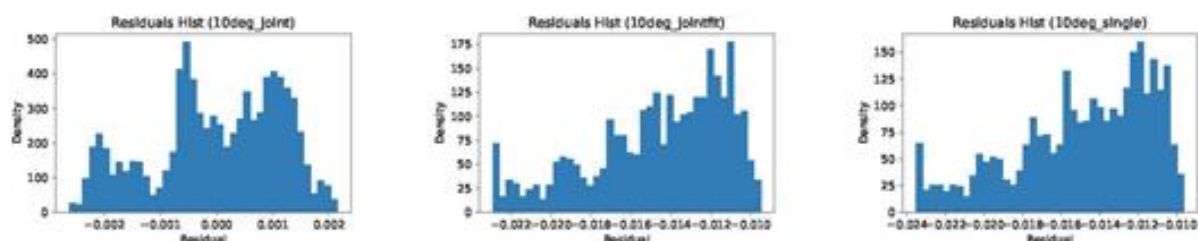
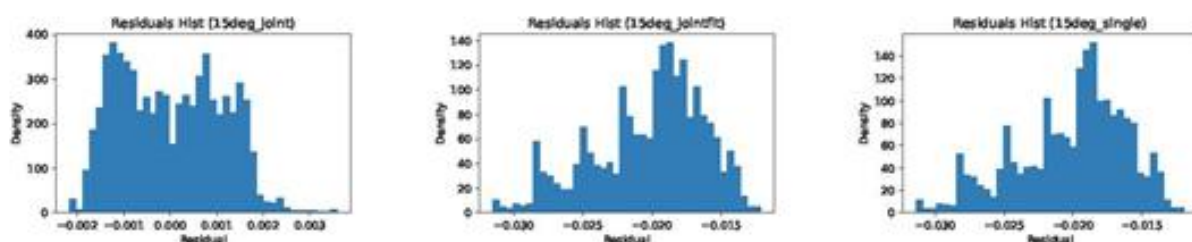

图 12 SiC 10° 联合拟合、联合回代、单角拟合残差直方图
图 13 SiC 15° 联合拟合、联合回代、单角拟合残差直方图
1. 残差统计与正态性检验 残差直方图 12 和图 13 表明，在 10° 与 15° 两个入射角下，无论采用单角独立拟合还是双角联合拟合，残差均值接近零，分布大致对称，未表现出明显的系统性偏差。